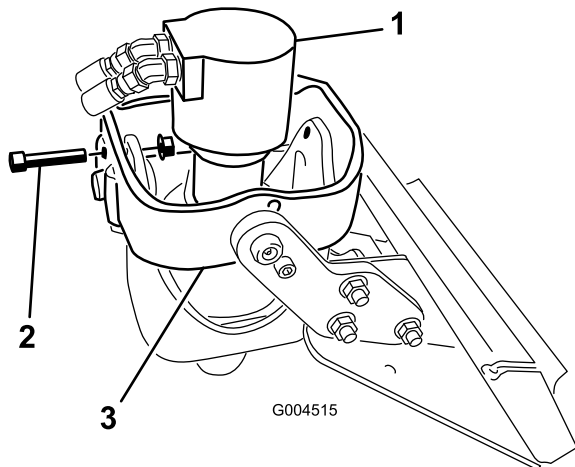

Figura 4
1. Para instalar una barrena en un cabezal de transmisión modelo 22806, coloque el cabezal de transmisión en posición vertical, introduzca un perno (1/2" x 2-1/2") en los taladros de los brazos de enganche delanteros, y fíjelo provisionalmente con una tuerca con arandela prensada (1/2") (Figura 4).